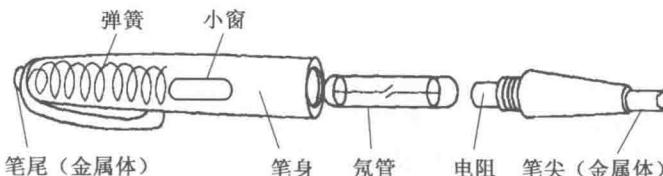

图 1-1 低压验电器的结构
(1) 使用低压验电器之前，首先要检查其内部有无安全电阻、是否有损坏，有无进水或受潮，并在带电体上检查其是否可以正常发光，检查合格后方可使用。低压验电器的结构如图 1-1 所示。